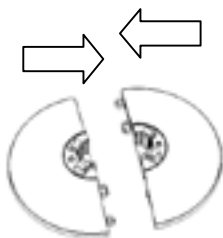

Fig. 1
1. Assemblare la base (fig. 1).